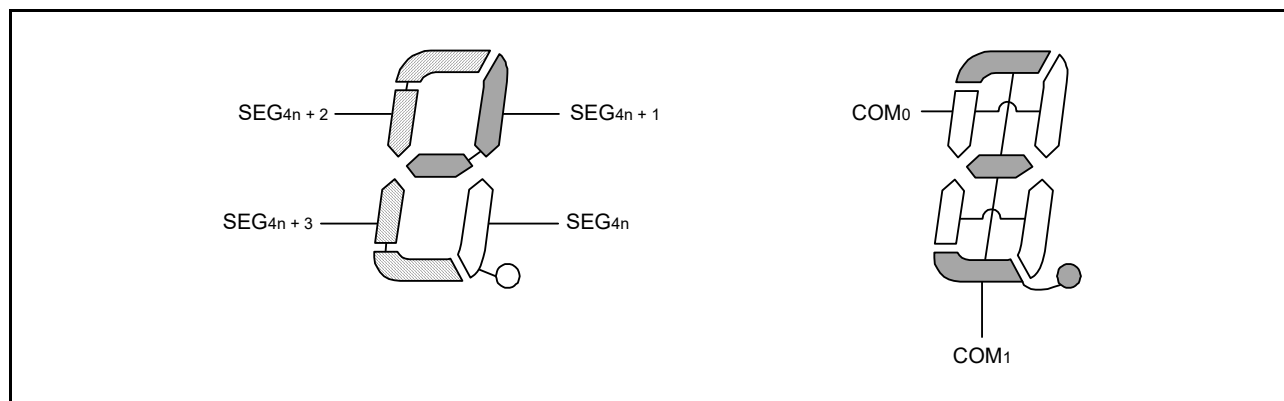

図 45.21 2 時分割 LCD 表示パターンと電極接続
下記では、4 桁目に表示される数字の「3」(3) について説明します。LCD パネルに「3」を表示するには、コモン信号 COM0 および COM1 の選択タイミングで、選択電圧または非選択電圧を SEG12 ~ SEG15 端子に印加する必要があります。セグメント信号と LCD セグメントの関係については、図 45.21 を参照してください。